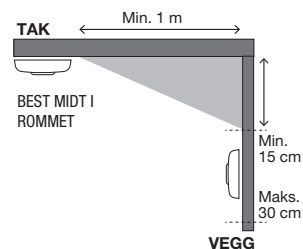

FIGUR 1. Enetasjes bolig
**Enetasjes bolig:** For å få et minimumsnivå av beskyttelse plasseres alarmen i inngangspartiet mellom oppholdsrommene (inkludert kjøkkenet) og soverommene. Plasser den så nær oppholdsrommene som mulig, og sørg for at alarmen kan høres når du oppholder deg i soverommene. Se eksempel i figur 1.